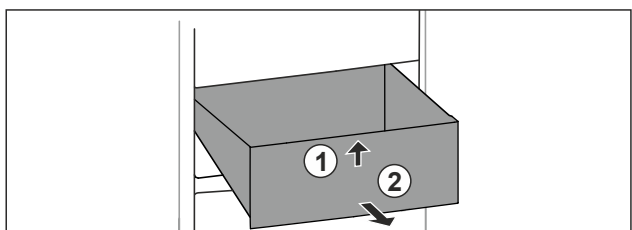

Fig. 135
- Sollevare il cassetto dal davanti. Fig. 135 (1)
- Rimuovere il cassetto tirandolo in avanti. Fig. 135 (2)